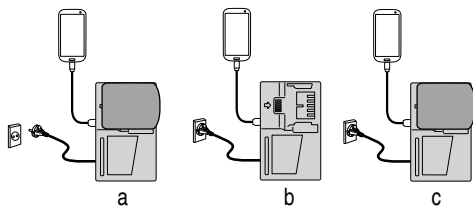

Fig. 9
- Chargement d'un périphérique USB à l'aide d'une batterie (Fig. 9-a)
- Charger un dispositif USB à partir d'une prise électrique (Fig. 9-b)
- Charger un dispositif USB et une batterie à partir d'une prise électrique (Fig. 9-c)